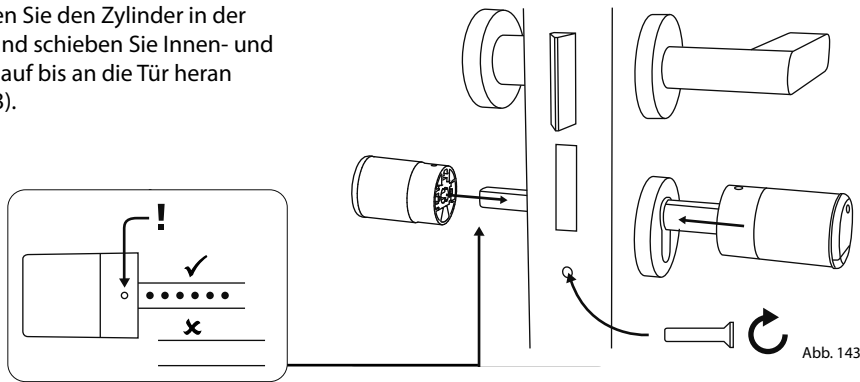

Abb. 143
- < 43 mm = ①
- 44 - 53 mm = ②
- 54 - 59 mm = ③
- ⑥ Schrauben Sie den Zylinder in der Tür fest und schieben Sie Innen- und Außenknäuf bis an die Tür heran (Abb. 143).